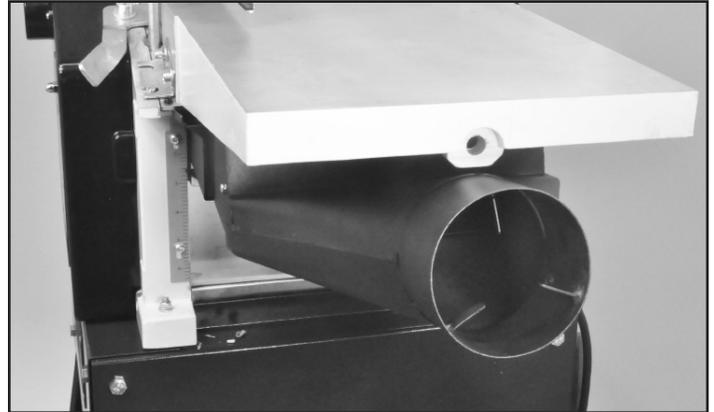

FIG. 34
2. Connectez votre tuyau de collecteur de poussière au port de poussière, puis soulevez le lit de rabotage pour fixer le capot d'éjection de puce en position pour le jointage. FIG. 34.